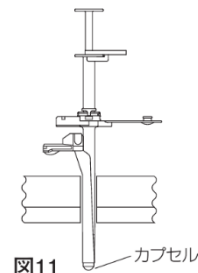

図11
3. 内視鏡下でボタンのカプセル部が胃内に挿入されたことを確認後（図 11）、ボタンのカプセル部が胃内から抜けないようにオブチュレータを確実に固定把持し、シースのコネクタを引っ張り、スリットを裂きながらシースを体外へ抜去する。なお、シースの留置状態、ボタンの有効長などにより、ボタン挿入時にシース先端のスリットまで完全に裂ける場合がある。（図 12）